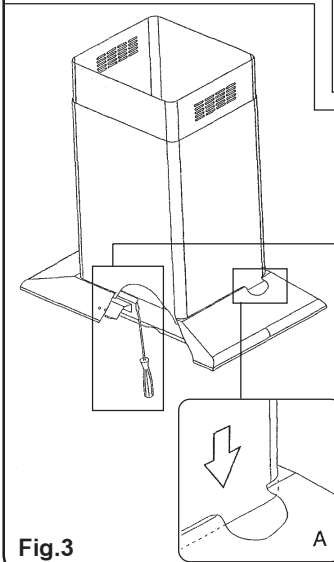

Fig.3
- 8) abbassare il tubo e infilarlo nella scocca **fig3.A**
- 9) munirsi di un giravite e alzare le due linguette all'interno della scocca (anteriore e posteriore), per fare aderire il camino al mantello **fig3.B**
- 8) Ziehen Sie das Rohr aus und führen Sie es in das Gehäuse ein (**Abb.3.A**).
- 9) Nehmen Sie einen Schraubenzieher zur Hand und heben Sie damit die beiden im Gehäuseinnern (vorne und hinten) befindlichen Laschen an, damit der Schacht fest am Gehäusemantel anhaften kann. (**Abb.3.B**)